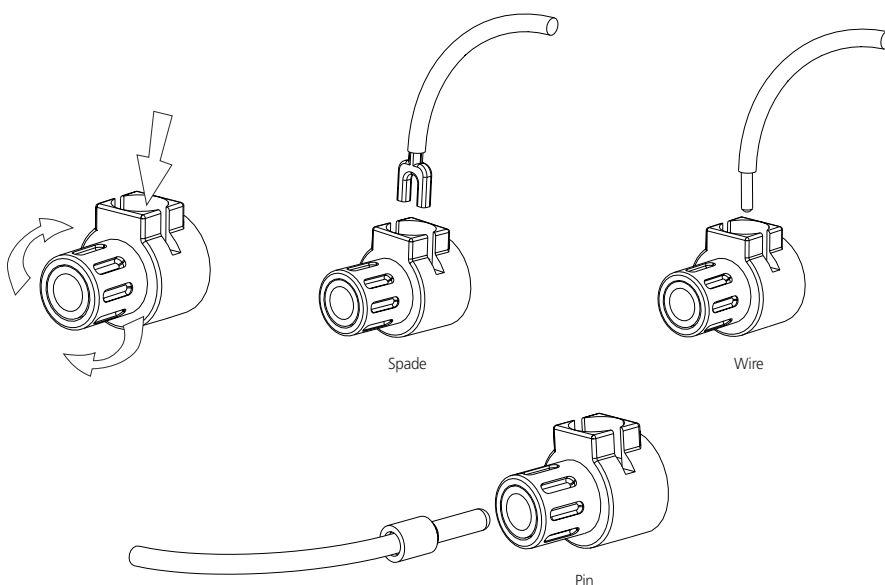

Figura 2
Conéctense los cables de uno de los altavoces a los bornes marcados con "+" y "-" del panel trasero del amplificador NAD de la serie CI. En cada canal, el borne rojo es la salida positiva ("+") y el borne negro es la negativa ("-") o tierra. (Vea la figura 2.)
- 1 Conectores de púa: El conector de púa o espiga es un pasador fino de metal rizado o soldado en el extremo del cable. El orificio de rosca de cada borne de presión contiene una abertura que acepta conectores de hasta 3 mm de diámetro. Desenrósqese el buje de plástico de cada borne para dejar al descubierto el orificio del mismo. Insértese el conector de púa en el orificio y hágase girar el buje hacia la derecha hasta que quede bien fijo. (Vea la figura 2.)
- 2 Conectores de lengüeta: Desenrósqese el buje de plástico, insértese la lengüeta en forma de "U" en la ranura oblonga y apriétese a fondo el buje (vea la figura 2).
- 3 Cables desnudos: Sepárense los dos conductores del cordón (si se proveen en pares), y descortécese un centímetro de material aislante de cada uno. De cada conductor, tuércense juntos los torones expuestos. Desenrósqese los bujes de plástico para "+" y "-", insértese el cable desnudo a través del orificio de metal y apriétese el buje de plástico hasta que sujete a fondo el cable (vea figura 2). Compruébese que no haya ningún torón de alambre suelto que toque el chasis o el borne adyacente.